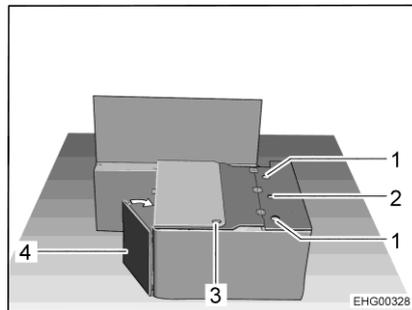

Fig. 21 Durante la transformación
- Girar la pared del baúl-banco (Fig. 21,4) hacia la pared lateral.
- Hacer salir el cinturón de seguridad con la hebilla a través del orificio (Fig. 21,3) en la tapa de baúl-banco.
- Insertar el respaldo del asiento de enchufe en los portadores laterales (Fig. 21,1) y apretar el tornillo de estrella en el portador central (Fig. 21,2) con la mano.